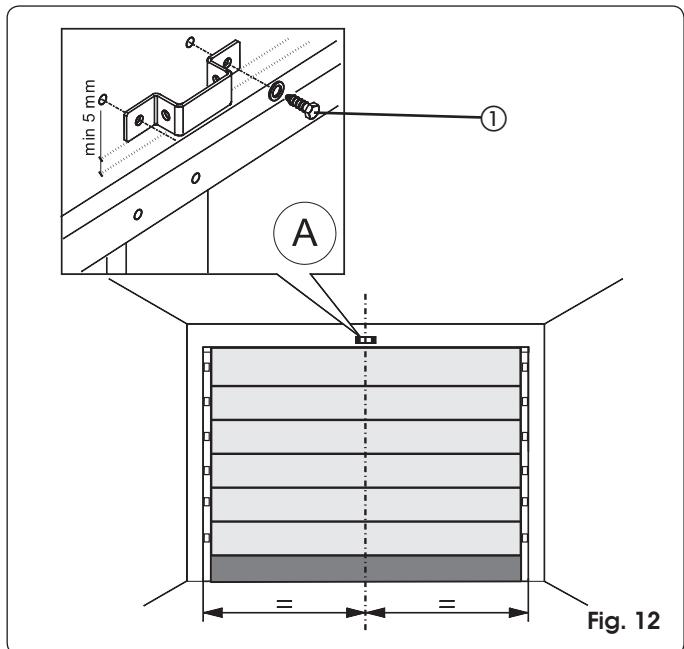

Fig. 12
- 1) Tracciare sull'architrave una linea corrispondente alla mezzeria verticale della porta (Fig. 12).
- 3) Posizionare la staffa di fissaggio dell'attacco anteriore con il bordo inferiore almeno 5 mm al di sopra del punto di intersezione delle linee e centrato con la linea verticale (Fig. 12). Fare riferimento anche al paragrafo 7.2. per il corretto posizionamento della staffa rispetto al punto di attacco sulla porta.
- 5) Procedere alla foratura ed al montaggio, tramite le viti (rif. ① Fig. 12) **NON** fornite a corredo.